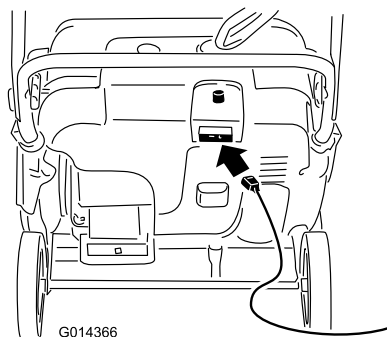
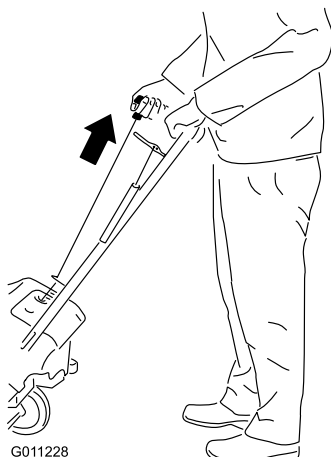

Figure 17
Figure 18
4. Raccordez la rallonge au secteur et à la machine, puis appuyez sur le bouton du démarreur électrique (modèle 38742 uniquement) (Figure 17), ou tirez la poignée du lanceur (Figure 18).